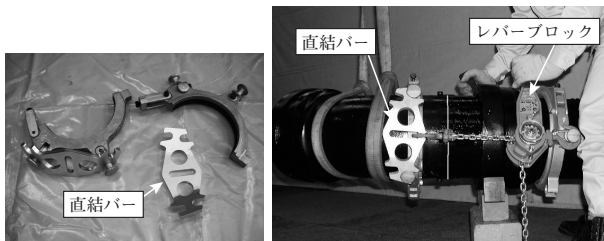

図25 直結バーの取り付け
また、異形管と異形管を接合する場合は、管が振れると接合しにくいため、接合器具ごとの補助器具を使用して接合する。(図25、26参照)
(1) 接合例1(図25参照)
呼び径200、250は図25に示すように直結バーを取り付けて、振れにくくして接合する。